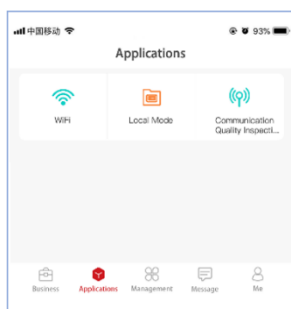

FIG. 10 Entre no modo local
2) Entre no "Modo Local", conforme FIG.10;